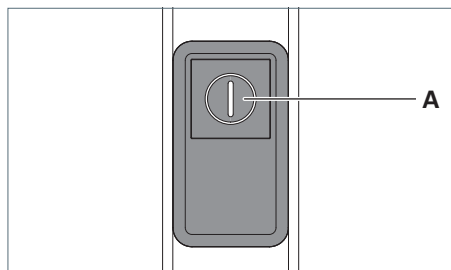

Fig. 25: Élément de commande.
- Appuyez sur la touche **A** sept fois de suite rapidement, voir Fig. 25.
- Appuyez sur la touche **A**, voir Fig. 25.
- Appuyez sur la touche **A** et maintenez-la enfoncée, voir Fig. 25.